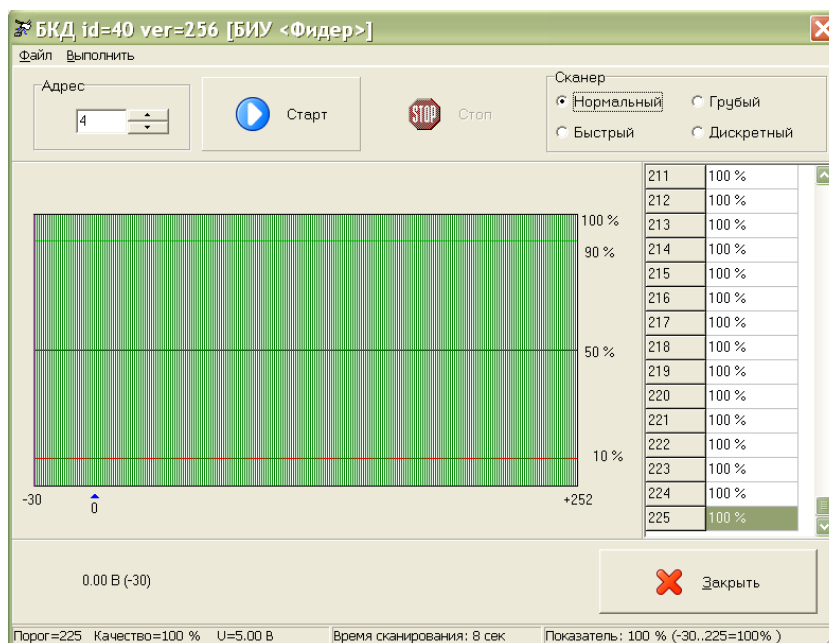

Рисунок 15 - Проверка качества связи
3) В окне поиска выбрать найденный БИУ-DIN и нажать кнопку «Сканер». Проверить качество связи между БКД-М и БИУ-DIN (рисунок 15): установить режим сканера «Нормальный» и нажать кнопку «Старт». Качество связи должно быть 100 % на всем диапазоне порогов приема БКД-М.